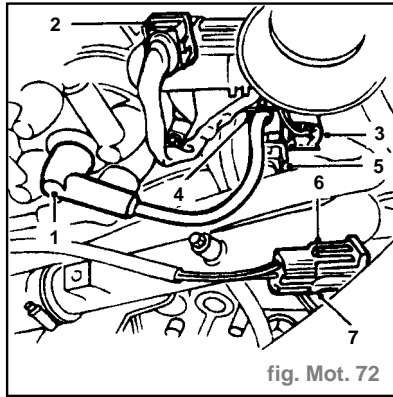

fig. Mot. 72
- Desserrer le collier et débrancher la durite de liquide de refroidissement du coude de sortie (2).
- Débrancher la fiche multibroches de la sonde ECT (3).
- Débrancher la fiche multibroches de la sonde d'indicateur de température de liquide de refroidissement du moteur (4).
- Débrancher le fil HT de la bobine de l'allumeur (1) (fig. Mot. 72).
- Débrancher la fiche multibroches du capteur TP (2).
- Débrancher la fiche multibroches du faisceau d'injecteur (3).
- Débrancher le fil HT de la bobine de l'attache sur le support (4).